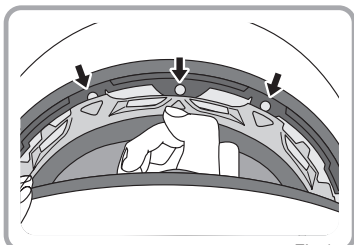

Fig.1
1. Lossa spännena vid pannan genom att dra dem neråt som visas i Fig.1.